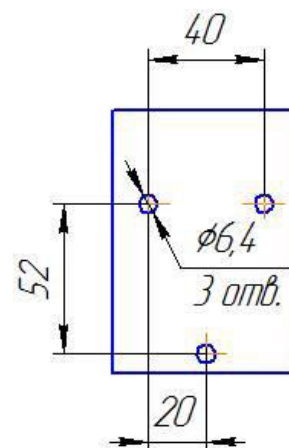

Рис.2
4.8 Схему расположения отверстий крепления на стене кронштейна поста газоразборного модели ПГП-5 см.рис.2.